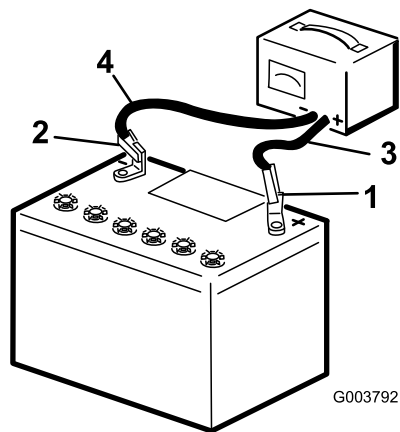

図 39
2. 3-4 A で 4-8 時間充電する 図 39。充電しすぎないように注意すること。
3. 充電が終わったら、チャージャのプラグをコンセントから抜いてから、チャージャのリード線をバッテリー端子から外す 図 39。